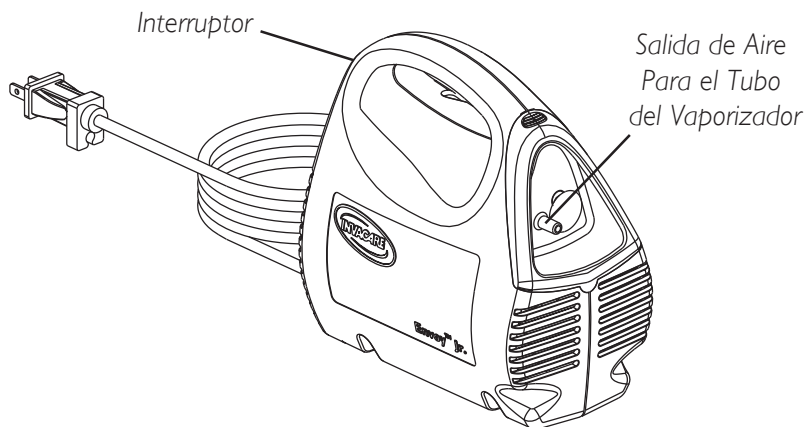

FIGURA 1 - UBICACIÓN DE LA SALIDA DE AIRE
2. Conecte y asegure bien una punta del tubo en la salida de aire del aparato (**FIGURA 1**).